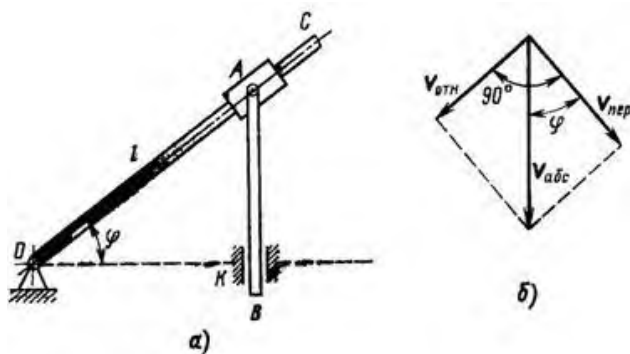

Рисунок 18
1. В кулисном механизме (рис. 18, а) кулиса ОС качается вокруг оси О, перпендикулярной плоскости чертежа. Ползун А перемещается вдоль кривошипа и приводит в возвратно-поступательное движение стержень АВ, который перемещается в вертикальных направляющих К. Определить скорость движения ползуна относительно кулисы ОС, если  $OK = l$ , а угловая скорость кривошипа  $\omega$ .